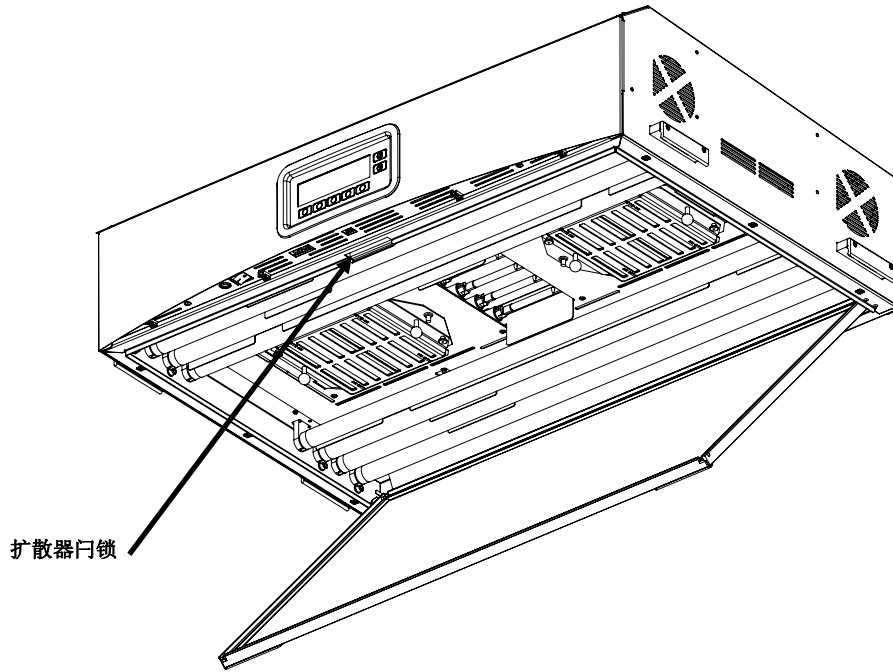

图 10. 灯箱扩散器安装展示
7. 转动扩散器前面部分至闭合位置，与闩锁一同固定在适当的位置。请参见图 10。